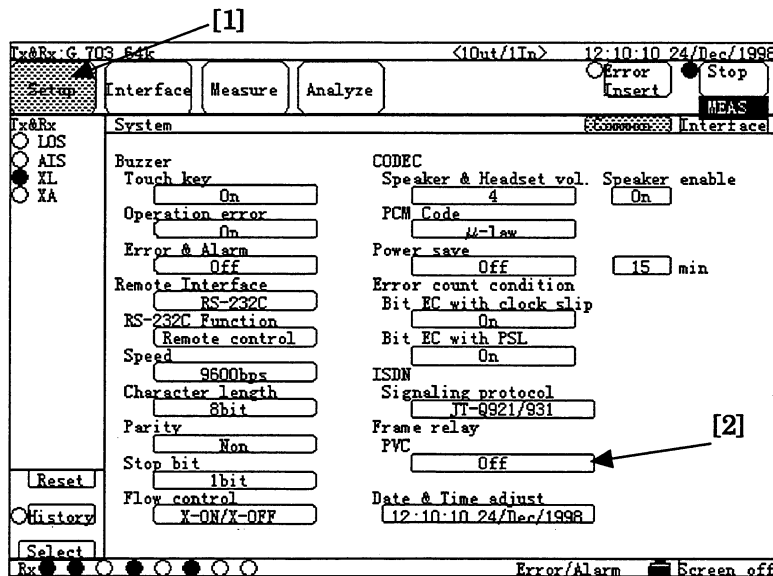

図 6.1-9 Setup : System 副画面
- (4.1) "Setup"ボタン[1]を押すと, Setup ダイアログボックスが現れるので, "System"ボタンを押してください。図 6.1-9が開きます。